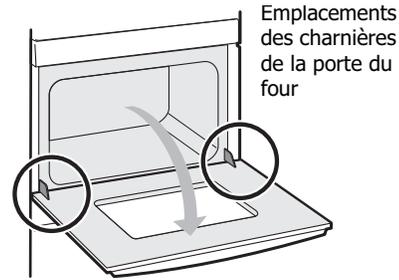

Figure 43 : Emplacement des charnières de la porte
1. Ouvrez complètement la porte du four de façon à ce qu'elle soit parallèle au sol (voir figure 43).
3. Ouvrez complètement la porte du four, parallèlement au sol (voir figure 43).